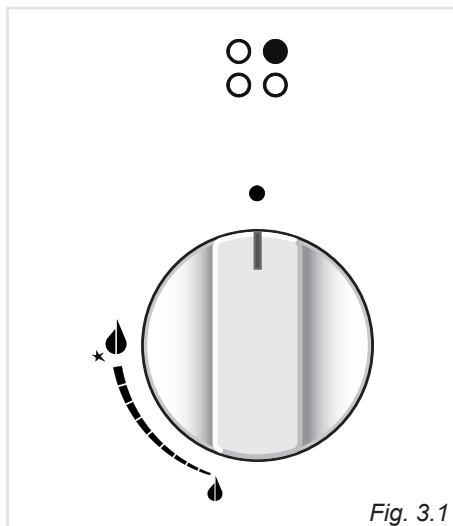

Fig. 3.1
L'afflusso del gas ai bruciatori è regolato da un rubinetto valvolato comandato dalla manopola di fig. 3.1.
- √ L'accensione elettrica è incorporata nelle manopole dei bruciatori e si identifica per il simbolo "★" vicino al simbolo "🔥" (fig. 3.1).